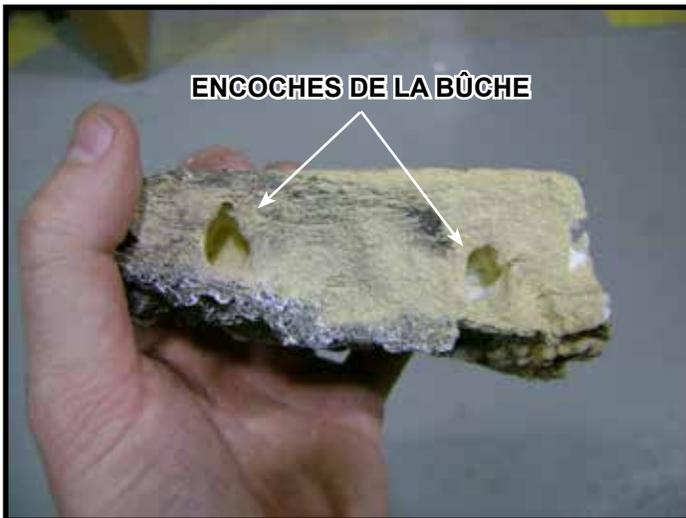

Figure 13. Bûche n° 5
**Bûche n° 5 (SRV2225-710)** : Placez la bûche n° 5 comme il est indiqué à la figure 12. Agencez les tiges situées au milieu et à gauche de la bûche avec les deux encoches situées au bas de la bûche. Voir la figure 13 pour l'emplacement des encoches de la bûche. L'extrémité plus petite devrait être tournée vers le côté droit de la boîte à feu.